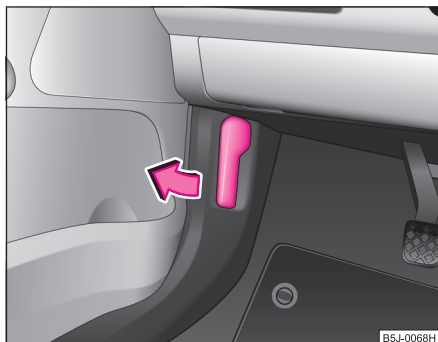

Abb. 153 Entriegelungshebel für Motorraumklappe
- Ziehen Sie am Entriegelungshebel unterhalb der Schalttafel auf der Fahrerseite ⇒ Abb. 153.
- Entriegeln Sie die Motorraumklappe ⇒ Seite 214, Abb. 153.